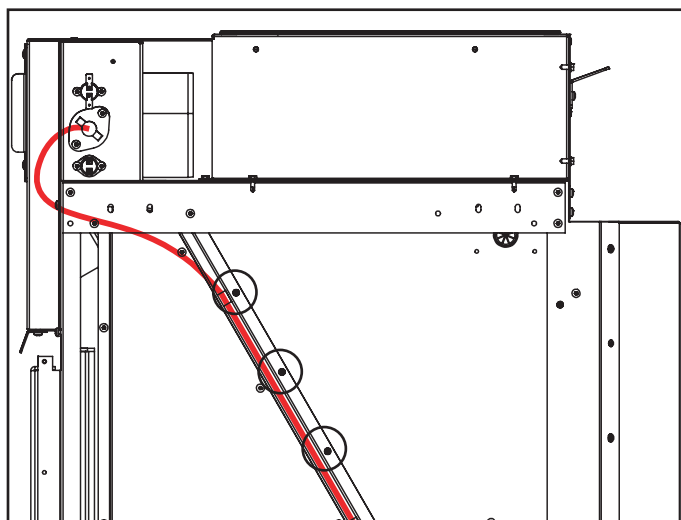

Figure 20: Trajet du filage.
- Vérifiez si les connexions des capteurs sont bonnes. Le capteur du haut devrait avoir des fils blancs, celui du centre devrait avoir des fils noirs et celui du bas devrait avoir des fils gris. Passez les fils tel qu'indiqué et utilisez les attaches de fils de 6 po avec trous pour sécuriser le filage aux endroit entourés avec des vis. (Figure 20) Utilisez les autres attaches pour sécuriser d'autres fils au besoin.